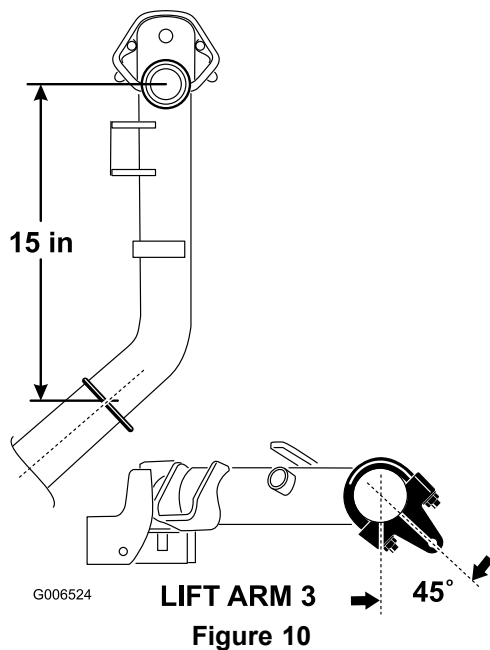

Figure 10
- Sur les bras de relevage n° 2 et 3, positionnez les supports et les étriers filetés à 381 mm derrière l'axe du pivot (Figure 10). Tournez les supports de 45 degrés vers l'extérieur de la machine.